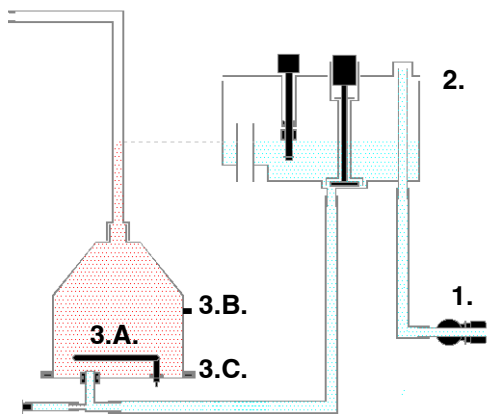

Abb. 1 Das Wasserdosiersystem
- Das Magnetventil (Abb.1 ,1.) öffnet sich und füllt mit einer druckunabhängigen Geschwindigkeit von 2 Liter pro Minute Wasser in den Schwimmerbehälter.
Sobald das System vollständig mit Wasser gefüllt ist, wird das Element (Abb.1 ,3.A.) mithilfe eines Relais eingeschaltet.
Mit dem Temperatursensor (Abb.1 ,3.B.), der an der Außenseite des Boilers montiert ist, wird die aktuelle Temperatur des Wassers gemessen. Das Element sorgt dafür, dass das Wasser im Boiler bis auf die gewünschte Temperatur aufgeheizt wird.
Auf dem Boiler befindet sich ein zweiter Temperatursensor (Abb.1 ,3.C.) Dieser Sensor überwacht die Ausgabetemperatur des dosierten Wassers. Wenn dieser Sensor eine zu niedrige Temperatur misst, blockiert die Maschine. Es wird kein Wasser mehr dosiert.